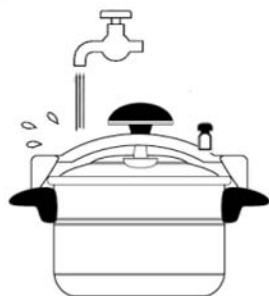

FIG.6a
2. Si quiere acelerar el proceso de apertura de la olla a presión, puede colocarla debajo del grifo dejando caer un pequeño chorro de agua fría sobre la tapa. Ahora puede retirar la pesa de la chimenea para que salga el resto del vapor y proceder a la apertura de la olla. (FIG. 6a, 6b y 6c).